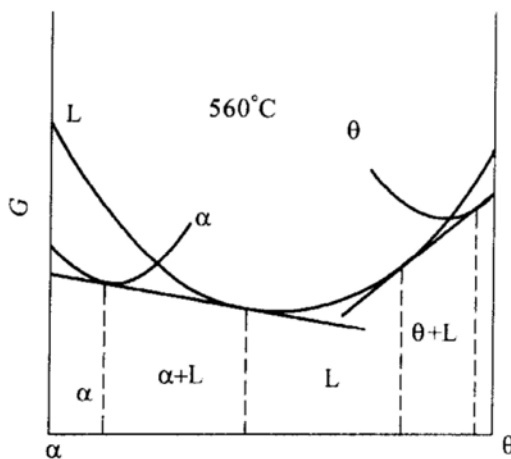

图 18-6 第四题第 6 小题解答图
6. $T = 560^\circ\text{C}$ 温度时各相的自由能—成分曲线示意图如图 18-6 所示。